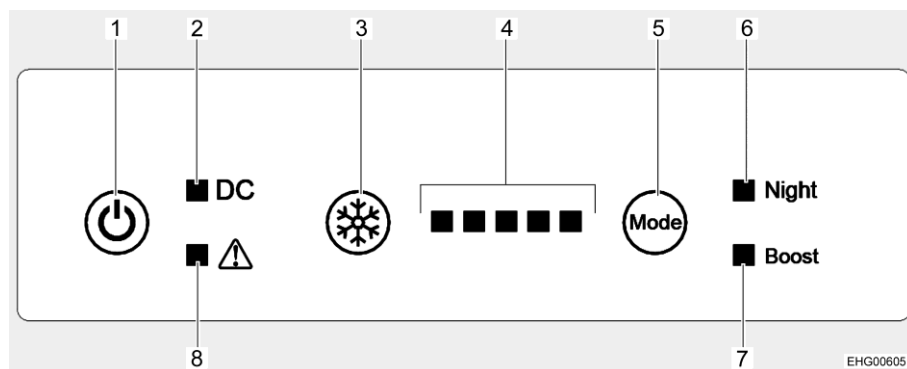

Fig. 110 Elementi di comando (frigorifero)
- Premere il tasto On/Off (Fig. 110,1) per 1 secondo. Il cicalino suona, tutte le spie di controllo si accendono (test luci) per spegnersi dopo circa 10 secondi. Soltanto la spia di controllo funzionamento (Fig. 110,2) rimane accesa, a indicare che il frigorifero è in funzione. Il compressore si avvia con un breve ritardo.
- Premere il tasto On/Off (Fig. 110,1) per 10 secondi. Il cicalino suona e tutte le spie di controllo si spengono.
- Premere il tasto livello refrigerazione (Fig. 110,3) fino a quando viene visualizzato il livello di refrigerazione desiderato. Più sono le spie di controllo (Fig. 110,4) accese, tanto più alta è la potenza refrigerante (e anche il consumo energetico).
- Premere ripetutamente il tasto modalità di funzionamento (Fig. 110,5) finché la spia di controllo modalità notte (Fig. 110,6) si accende. Il frigorifero funziona adesso in modalità notte.
- Premere ripetutamente il tasto modalità di funzionamento (Fig. 110,5) finché la spia di controllo modalità notte (Fig. 110,6) si spegne. Il frigorifero funziona di nuovo in modalità normale.
- Premere ripetutamente il tasto modalità di funzionamento (Fig. 110,5) finché la spia di controllo modalità boost (Fig. 110,7) si accende. Il frigorifero funziona adesso in modalità boost.
- Premere ripetutamente il tasto modalità di funzionamento (Fig. 110,5) finché la spia di controllo modalità boost (Fig. 110,7) si spegne. Il frigorifero funziona di nuovo in modalità normale.